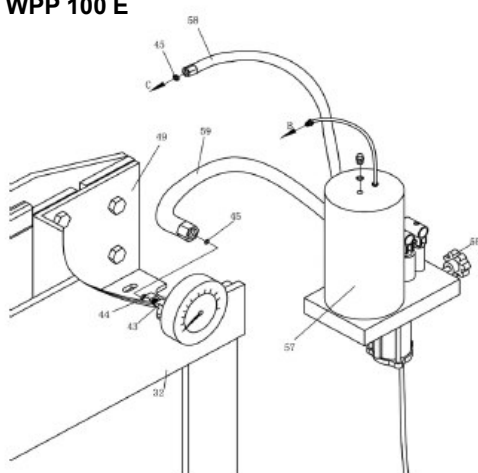

Abb. 14: Pumpeneinheit montieren
Schritt 2: Den langen Schlauch (1250 mm) mit der geraden Verschraubung an den Hydraulikzylinder und den 90° Bogen rechts (Ansicht von Vorderseite) an die Hydraulikpumpeneinheit schrauben (siehe Abb. 14).